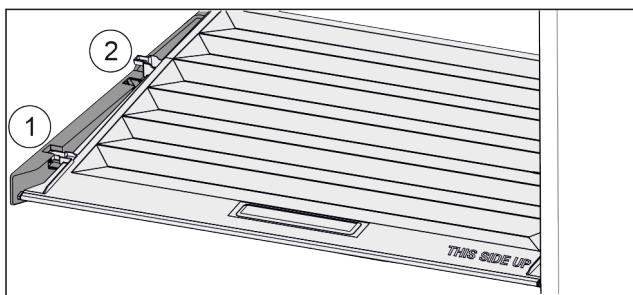

Fig. 102
- Кришку до отвору в деталях для підтримки потягнути вперед Fig. 102 (1).
- Підняти ззаду знізу та вийняти Fig. 102 (2) вгору.